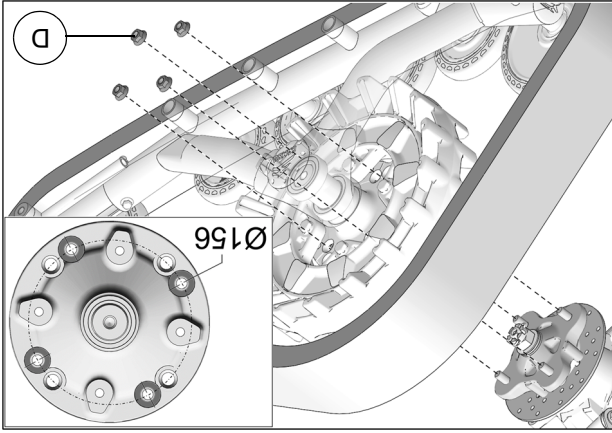

Fig. 20
8. Fixer le système de traction au moyeu de roue avant. Utiliser le cercle de perçage de Ø156mm et les écrous de roue M10 (D) fournis. Voir la Fig. 20